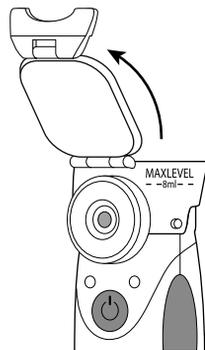

Рис.5
- Откройте крышку ингаляционной камеры, подняв защелку (рис.5). Залейте лекарственный раствор в отсек для лекарств (рис.6).